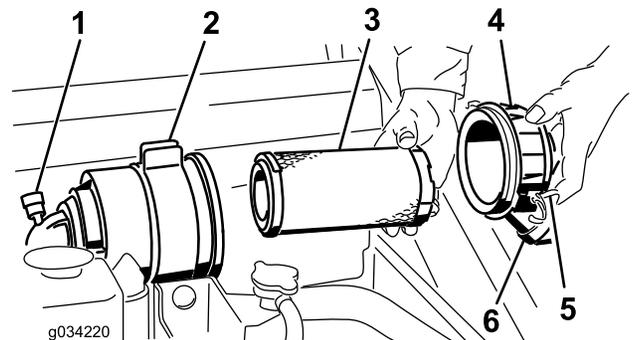

Bild 36
Wichtig: Warten Sie den Luftfilter nur, wenn die Wartungsanzeige rot ist (Bild 36). Das frühzeitige Auswechseln des Luftfilters erhöht nur die Gefahr, dass Schmutz in den Motor gelangt, wenn Sie den Filter entfernen.
4. Lösen Sie die Riegel am Luftfilter und ziehen Sie die Abdeckung von der Luftfilterabdeckung ab (Bild 36).
1. Schieben Sie den Hauptfilter vorsichtig aus dem Luftfiltergehäuse heraus (Bild 36). Vermeiden Sie ein Anstoßen des Filters an der Seite des Gehäuses.
3. Schieben Sie den Hauptfilter vorsichtig in das Filtergehäuse (Bild 36). Stellen Sie sicher, dass dieser einwandfrei einliegt, indem Sie beim Einbauen auf den äußeren Rand des Filters drücken.
4. Bringen Sie die Luftfilterabdeckung mit der Seite an, auf der UP gestanzt ist, und rasten Sie die Riegel ein (Bild 36).